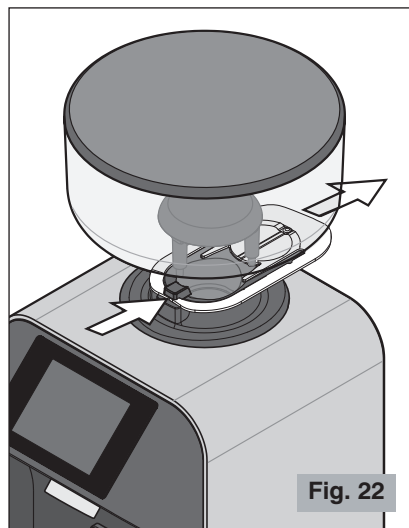

Fig. 22
**Controlar que el obturador de la tolva esté completamente abierto hasta el final de la carrera (último clic) (véase Fig. 22).**